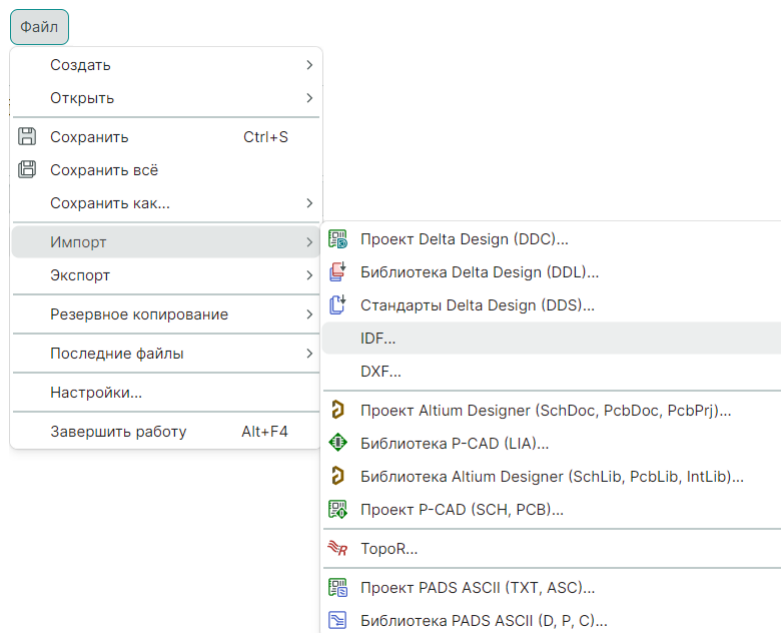

Рис. 119 Переход к импорту IDF
3. Выберите тип источника импорта из главного меню «Файл» → «Импорт» → «IDF...», см. Рис. 119.